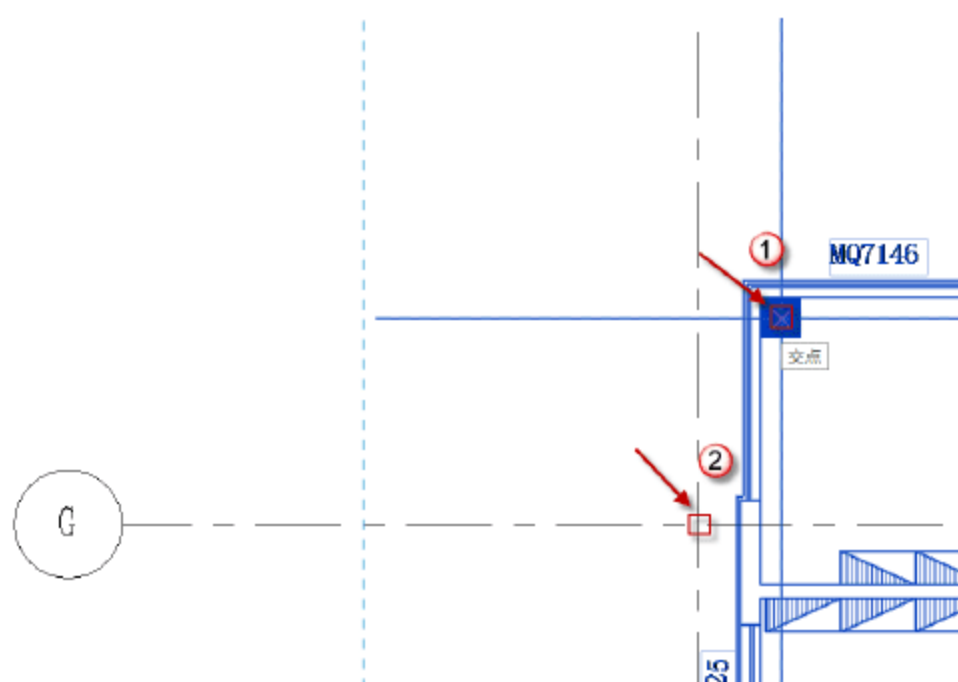
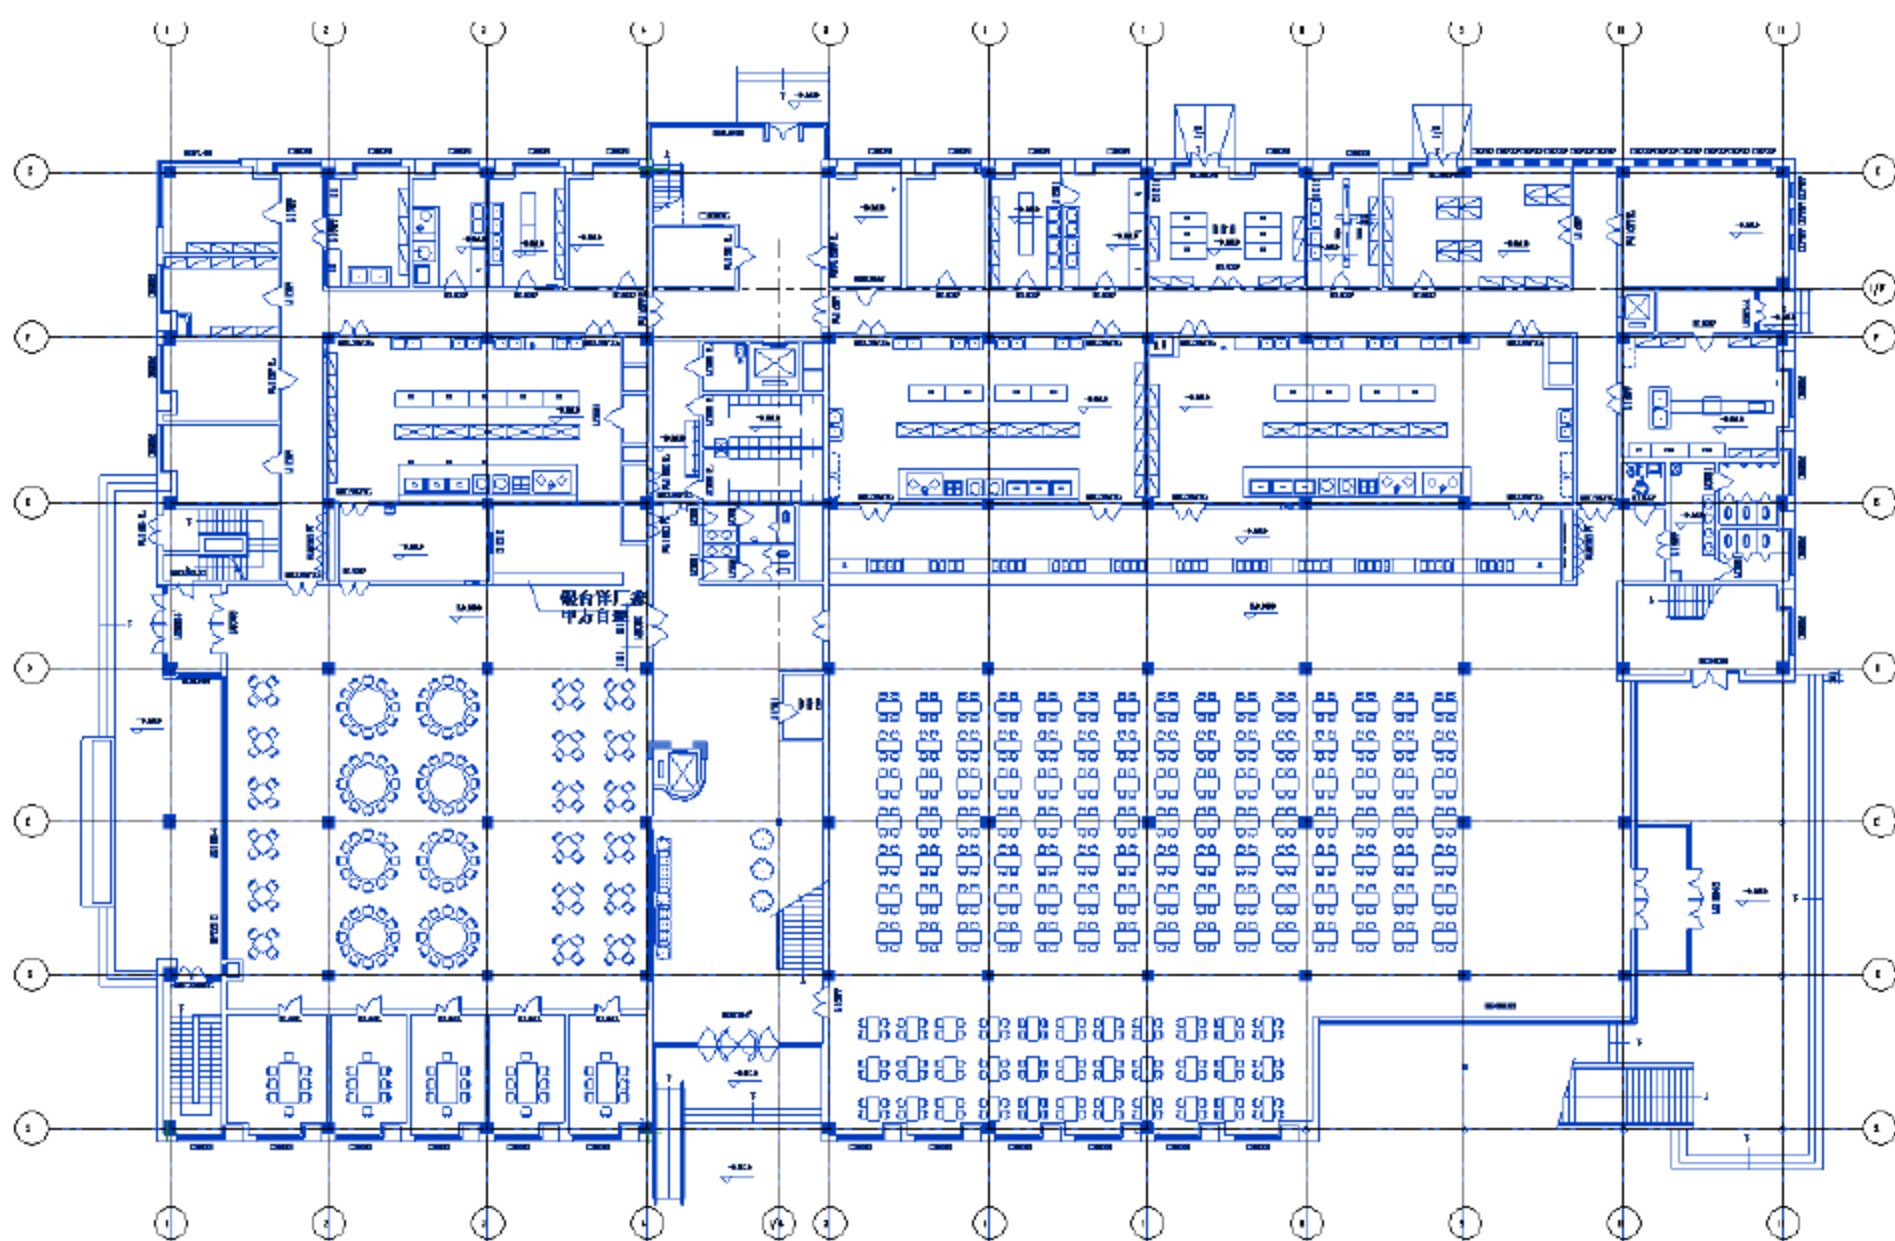

图 10.1.45 调整 CAD 文件位置
图 10.1.46 调整完的界面
(2) 导入配套资源中的 DWG 文件，选择“插入”→“导入 CAD”命令，导入“第一层的底图”DWG 文件。按快捷键 M+V，调整 CAD 图位置，使 1 点和 2 点重合，如图 10.1.45 所示，使其与轴网对齐，如图 10.1.46 所示。